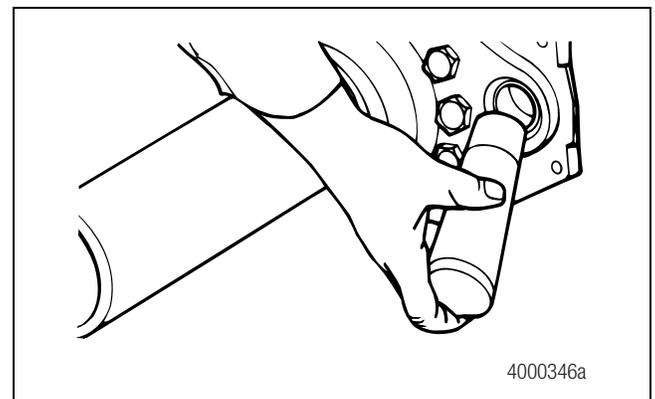

Figure 4.5
- Utiliser un outil de pose approprié pour loger des bagues d'étanchéité d'axe de came et paliers neufs dans le porte-segments coulé et le support d'axe de came. Figure 4.5.